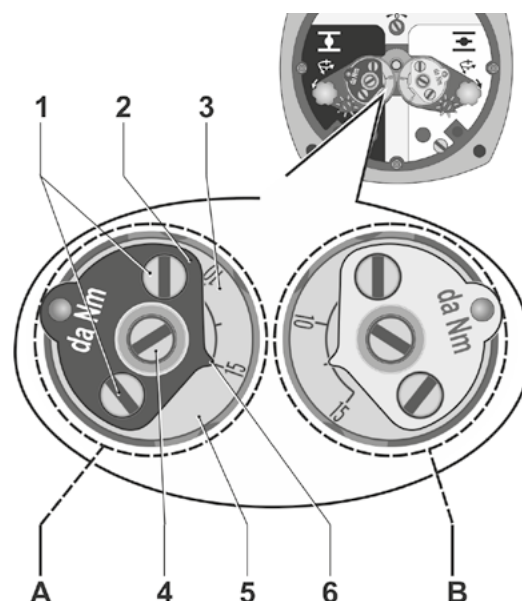

Abb. 3: Drehmoment-Schaltwerk
3. An dem linken Abschaltmoment-Messkopf (siehe Abb. 3, Bereich A) beide Sicherungsschrauben (Pos. 1) der schwarzen Zeigerscheibe (Pos. 2) nur lösen.
4. Skalenscheibe (Abb. 3, Pos. 3) soweit drehen, bis der Zeiger (6) auf die Zahl für das erforderliche Abschaltmoment zeigt. Dabei gilt der eingestellte Zahlenwert für das 10-fache Abschaltmoment ($15 \pm 150 \text{ Nm}$) und eine Einstellung zwischen zwei Zahlen wirkt sich entsprechend auf die Einstellung des Abschaltmoments aus.
- Der Zeiger (6) der schwarzen Zeigerscheibe (2) zeigt auf 15; dies entspricht einem Abschaltmoment von ca. 150 Nm.
- Der Zeiger der weißen Zeigerscheibe (siehe in Abb. 3 im Bereich B) zeigt auf die Mitte zwischen 10 und 15; dies entspricht einem Abschaltmoment von ca. 125 Nm.
5. Sicherungsschrauben (Abb. 3, Pos. 1) wieder anziehen; Anziehdrehmoment: 0,3 – 0,4 Nm.
6. Die Einstellung des Abschaltmoments in Endlage AUF erfolgt mit dem weißen Abschaltmoment-Messkopf (siehe Abb. 3, Bereich B) entsprechend der Vorgehensweise bei der Einstellung des Abschaltmoments in Endlage ZU.